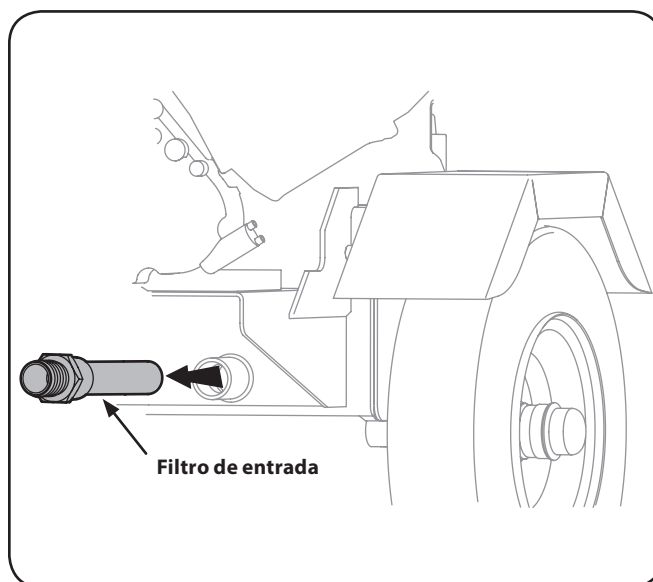

Figura 6-3
5. Con mucho cuidado desenrosque el filtro de entrada y limpiarlo con aceite penetrante. Vea la Figura 6-3.